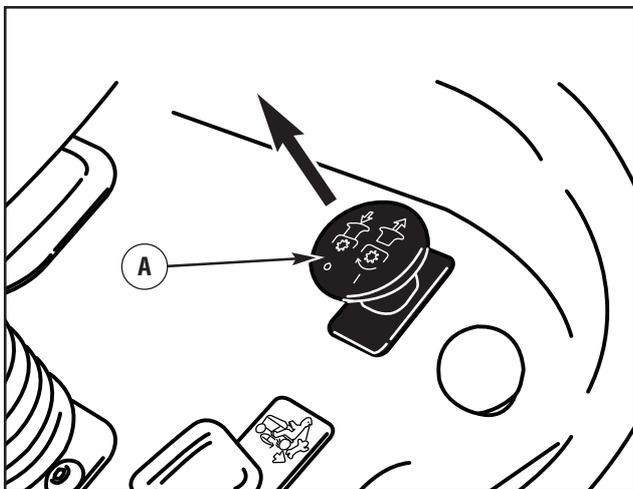

Figura 10: Interruttore di PTO
L'**interruttore di PTO** è sopra e sulla destra dello sterzo (figura 10). Usare l'**interruttore di PTO** per attivare le lame.
2. Quando si percorre un marciapiede o una strada, spostare la leva di sollevamento della base nella posizione più alta e disattivare le lame (figura 10).